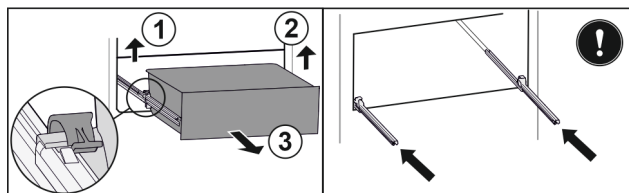

Fig. 30
- Zvedněte levou svorku a současně vytáhněte zásuvku vlevo dopředu. Fig. 30 (1)
- Zvedněte pravou svorku a současně vytáhněte zásuvku vpravo dopředu. Fig. 30 (2)
- Vyměňte zásuvku dopředu. Fig. 30 (3)